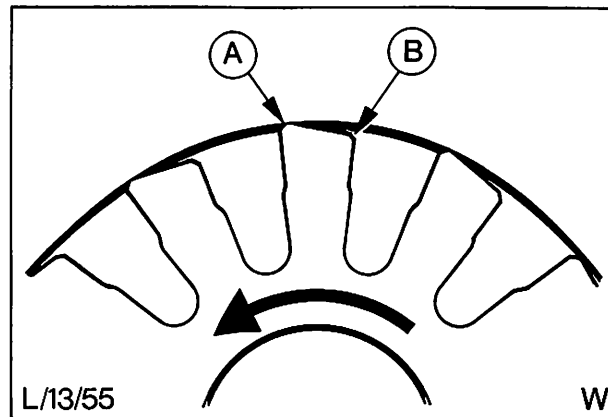

Abb. 64 Form des Walzenträgers
17. Antriebswelle und Walzenträger einsetzen, rechteckige Aussparung nach vorne. Die Vorderkante des Trägers ist länger als die Hinterkante, Abb. 64.